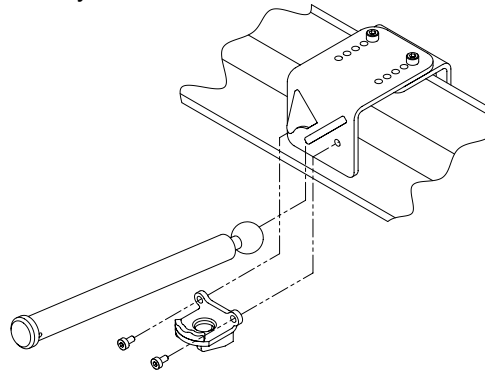

Figure 4 : Fixation du support à rotule et du bras de support à la plaque avant.
5. En maintenant le bras de support contre les supports avant de la plaque avant, placez le support à rotule sous le bras de support, puis fixez-le au moyen de 2 vis à tête creuse M8 x 1,25 x 12 (voir figure 4).